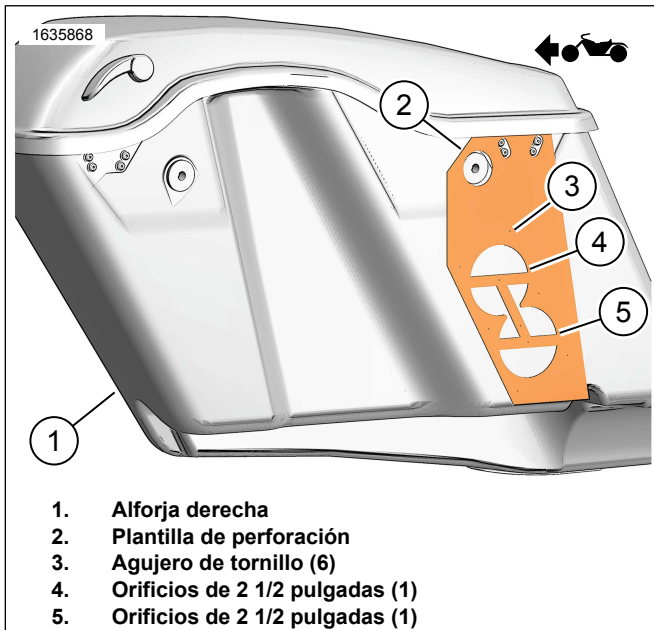
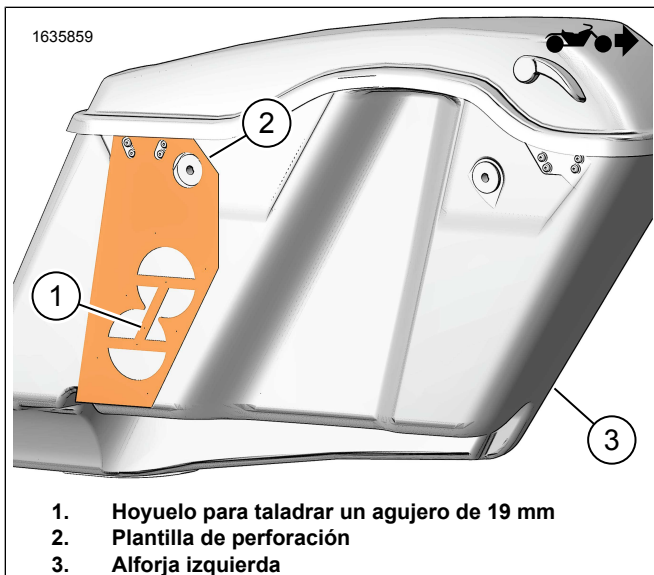
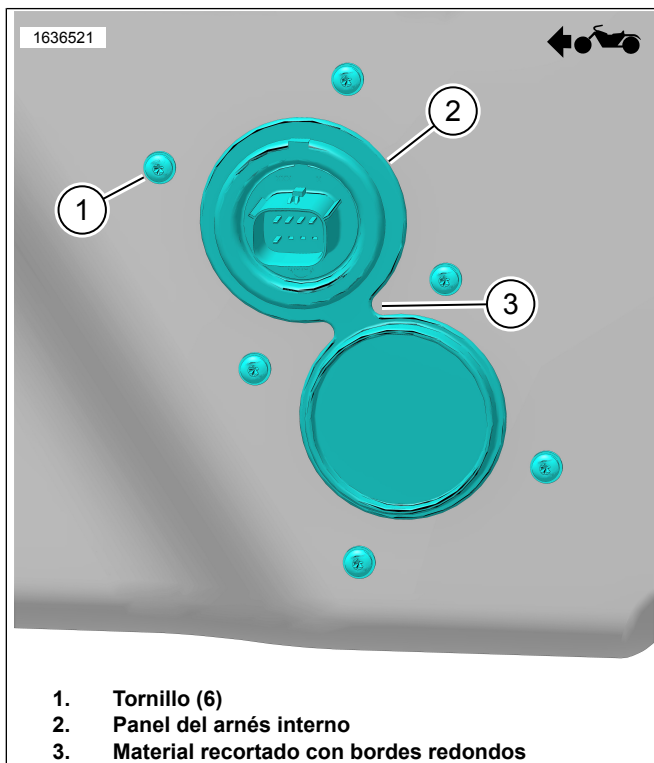

Figura 2. Alforja derecha
Figura 3. Alforja izquierda
Figura 7. Panel del arnés interno
1. Figura 2 Coloque la plantilla de perforación (2) en la alforja derecha (1).
2. Modifique la alforja derecha (1).
- d. Figura 7 Recorte material para redondear el borde (3).
4. Figura 3 Coloque la plantilla de perforación (2) en la alforja izquierda (3).
5. Modifique la alforja izquierda (3).
- a. Marque el punto de perforación (1) en la plantilla con un punzón de marcar.
6. Figura 7 Instale el panel del arnés interno (2).